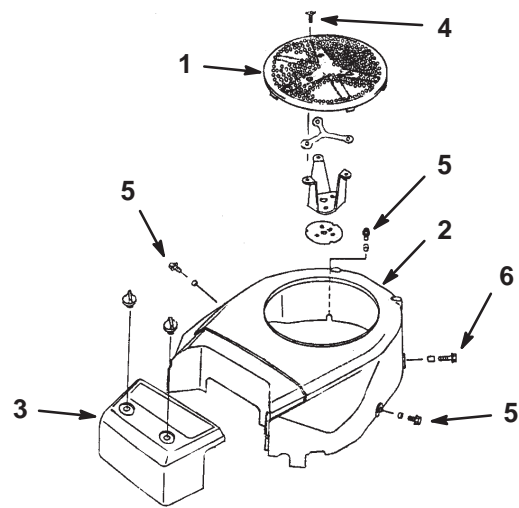

Figure 33
2. Déposez la grille d'entrée d'air, le couvercle du filtre à air, le boîtier du ventilateur et les boulons (Fig. 33).
4. Remettez la grille d'entrée d'air, le couvercle du filtre à air, le boîtier du ventilateur et les boulons (Fig. 33). Serrez les boulons à 5,8 Nm.